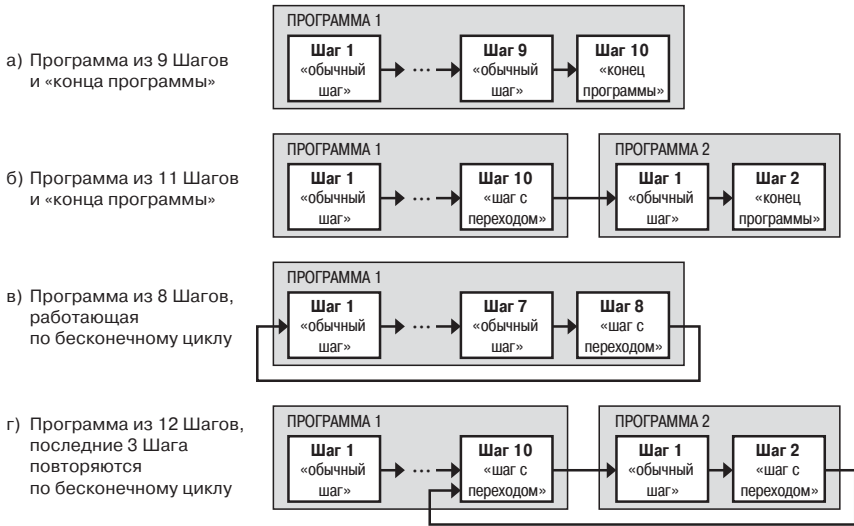

Рис. 3. Примеры Программ, которые можно реализовать с помощью различных типов Шагов
- Программу, состоящую более чем из 10 Шагов (рис. 3, б, г);
- Программу, работающую по бесконечному циклу (рис. 3, в, г).
Нециклическая Программа в ТРМ151-06 (рис. 3, а, б) состоит из последовательности «обычных шагов» и «шагов с переходом», которая заканчивается Шагом типа «конец программы».